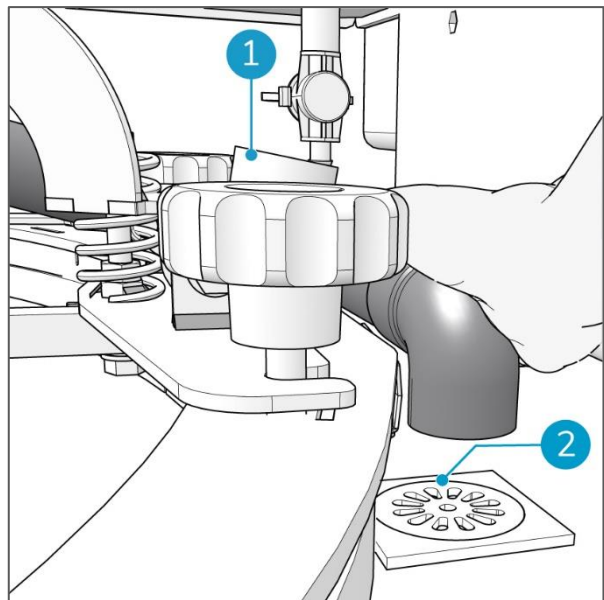

Figura 65
5. Rimuovere il tubo di aspirazione dal manicotto del tubo flessibile del tergipavimento (Figura 65, pos 1).
6. Posizionare l'estremità del tubo di aspirazione sopra uno scarico di smaltimento dell'acqua di recupero (Figura 65, pos 2).
10. Quando la linea d'aspirazione è pulita, sostituire il tubo di aspirazione sul manicotto del tubo flessibile del tergipavimento (Figura 65, pos 1).